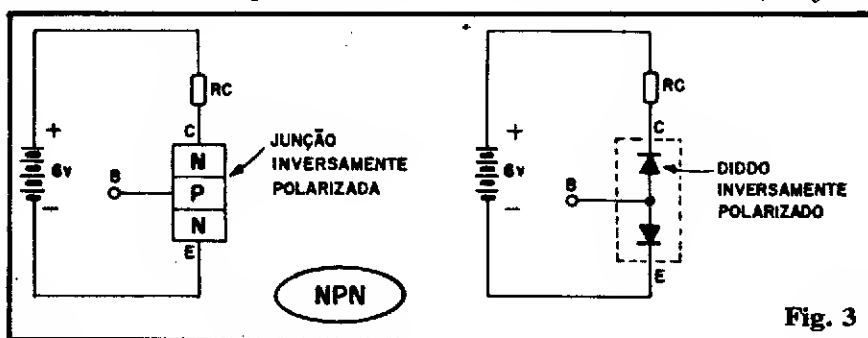

Fig. 3
- **FIG. 3** - Agora vamos começar a analisar o funcionamento do transistor como um todo... A figura mostra, à esquerda em diagrama estrutural e à direita nos “diodos” internos, um transistor NPN submetido à **tensão** fornecida por um gerador externo (pilhas, totalizando 6 volts, no caso...). Observem bem as polarizações e notem que o resistor RC, em série com as pilhas e o transistor, funciona como um “limitador automático” da corrente (revejam a